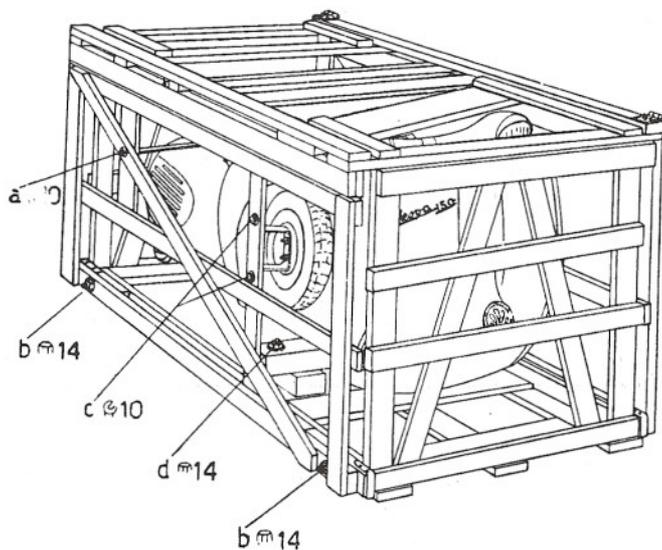

Fig. 1/B - Gabbia imballaggio moto
Disimballaggio (ved. fig. 1/B a lato)
- Togliere i fissaggi della moto al fondo gabbia (per caso della fig. 1/B la traversa che preme sulla pedana svitando i dadi « d ») e smontare la staffa fissata sui portapacchi.